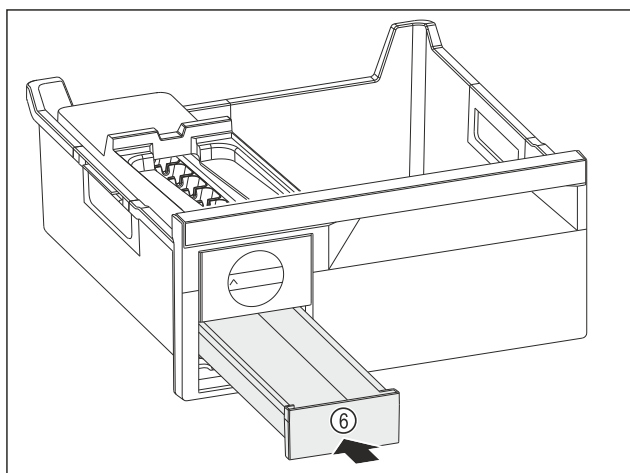

Fig. 136
- Umetnite Fig. 136 (6) pretinac za kockice leda.